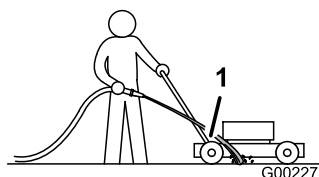

Figure 26
3. Tenez le tuyau d'arrosage à hauteur du guidon et dirigez le jet d'eau vers le sol, juste devant la roue arrière droite (Figure 26).